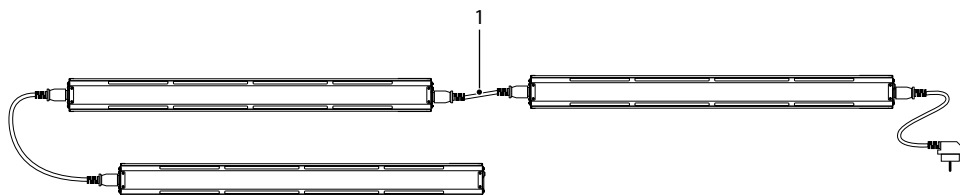

Рис. 4
2. Соедините конвекторы, как указано на рис. 4, через соединительный шнур 1.